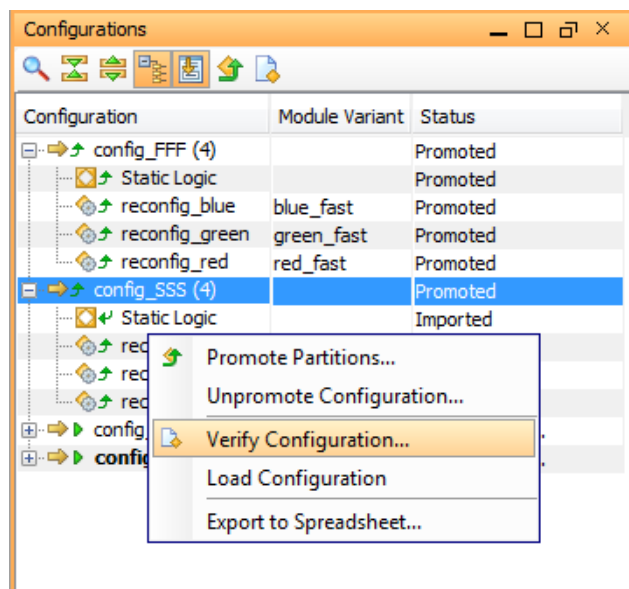

図 4-36 : コンフィギュレーションの検証
1. [Configurations] ビューでコンフィギュレーションを右クリックして [Verify Configuration] をクリックし、`pr_verify` を起動します (図 4-36)。これは、すべてのデザイン ルールにしたがっているかどうかを確認するため、パーシャル リコンフィギュレーション デザインで重要な手順です。